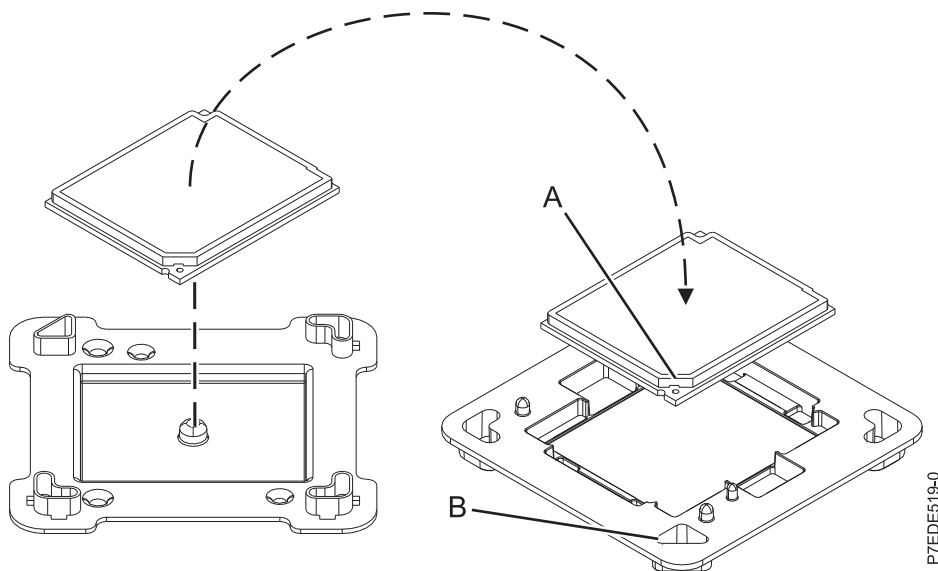

図 47. マイクロプロセッサのパッケージへの配置
13. 交換したマイクロプロセッサの端を軽くつかみ、パッケージ・カバーから持ち上げます。モジュールの斜めになった隅 (A) をパッケージ隅の三角 (B) と位置合わせし、パッケージ内に配置します (図 47 を参照)。パッケージ・カバーを閉じます。